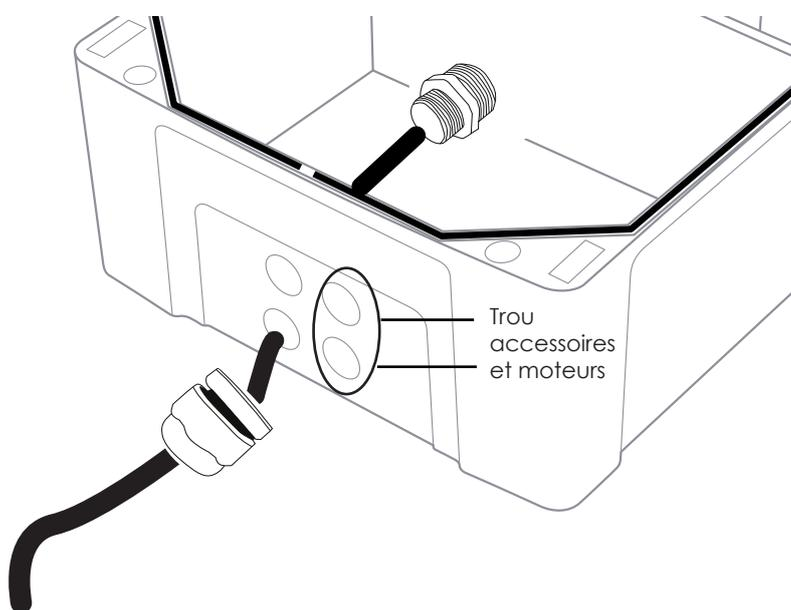

FIGURE 6
- Percer les trous pour les câbles grâce aux 2 formes prévus à cet effet (**figure 6**) :